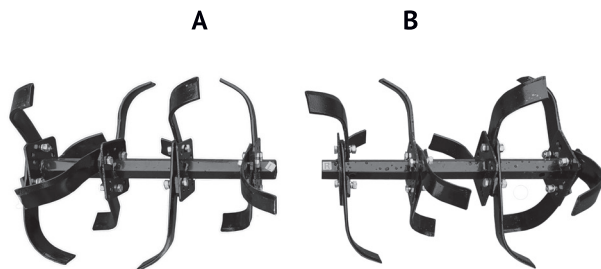

Рис. 2
- Вторая половина фрез (Рис. 2-**B**), собирается лезвиями вниз по ходу вращения.